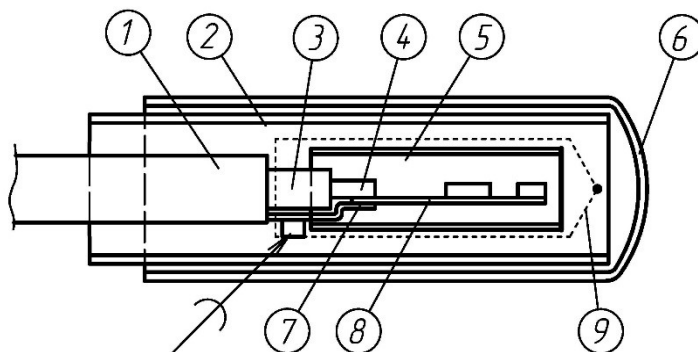

Рисунок 6.11. – МО. Подключение НО к КЧ.
- облудить внутренний проводник КЧ и припаять его по центру печатного проводника платы НО со стороны элементов, см. рис. 6.11;
- надвинуть трубку термоусаживаемую $\varnothing 10$ мм L 50 мм (рис. 6.11.) на плату НО закрыв при этом 5 мм изоляции КЧ и усадить при помощи промышленного фена. Необходимо оставить открытым не менее 5 мм скрученного экрана КЧ для последующей пайки с сетчатым экраном;
- надвинуть сетчатый экран L 50 мм, плотно обжать его вокруг изоляции КЧ и припаять к скрученной оплетке, с обратной стороны сетчатый экран скрутить и пропаять, полученную скрутку, как это показано на рис. 6.11.;